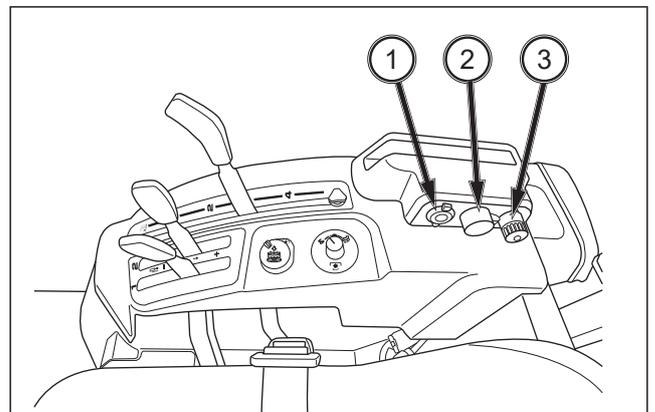

FIG. 56
FIG. 56: 2 puertos USB (1) están equipados para cargar dispositivos eléctricos como el teléfono móvil durante el trabajo. Con el interruptor principal en posición ON, la salida está disponible.